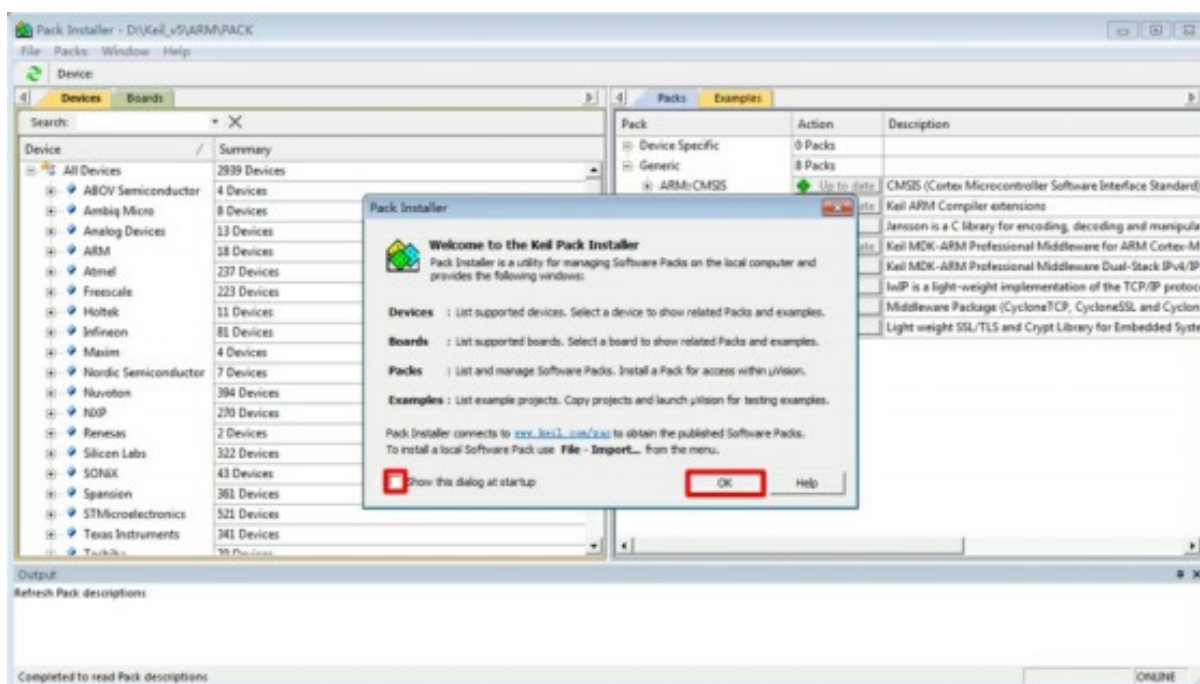

图 21: Pack Install 启动界面
(3) 启动后，会弹出 Pack Installer 界面，同时会有一个欢迎窗口，如图 21 所示，如果不想每次启动 Pack Installer 时都弹出欢迎窗口对话框，可以取消 **【Show this at startup】** 前的复选框，然后点击 OK 即可。